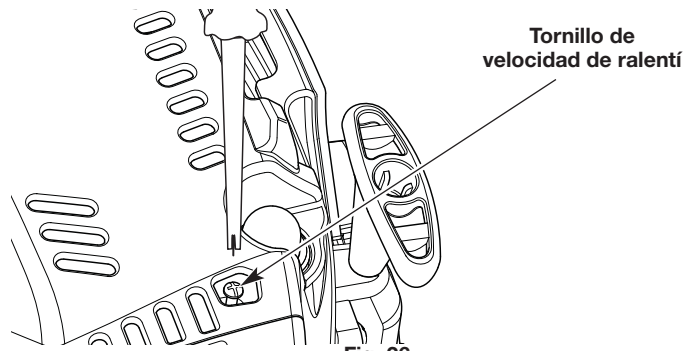

Fig. 26
- Si el motor se para, use un destornillador Phillips pequeño para girar el tornillo de velocidad de ralentí en el sentido de las agujas del reloj, 1/8 de giro cada vez (según sea necesario) hasta que el motor funciona al ralentí de manera uniforme (Fig. 26).
- Si el motor funciona al ralentí demasiado rápido, gire el tornillo de velocidad de ralentí en el sentido contrario de las agujas del reloj, 1/8 de giro a la vez (según sea necesario) para reducir la velocidad de ralentí (Fig. 26).